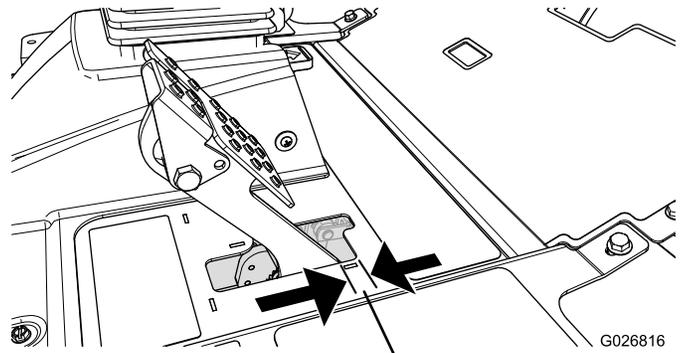

Рисунок 63
Тормоза необходимо отрегулировать, если свободный ход (Рисунок 63) педали тормоза превышает 2,5 см или если требуется большее усилие нажатия для торможения. Свободный ход — это расстояние перемещения педали тормоза до ощущения тормозного сопротивления.
2. Затяните заднюю гайку, чтобы переместить трос назад так, чтобы свободный ход педалей тормоза составил от 0,63 до 1,27 см (Рисунок 63) до момента фиксации колес.